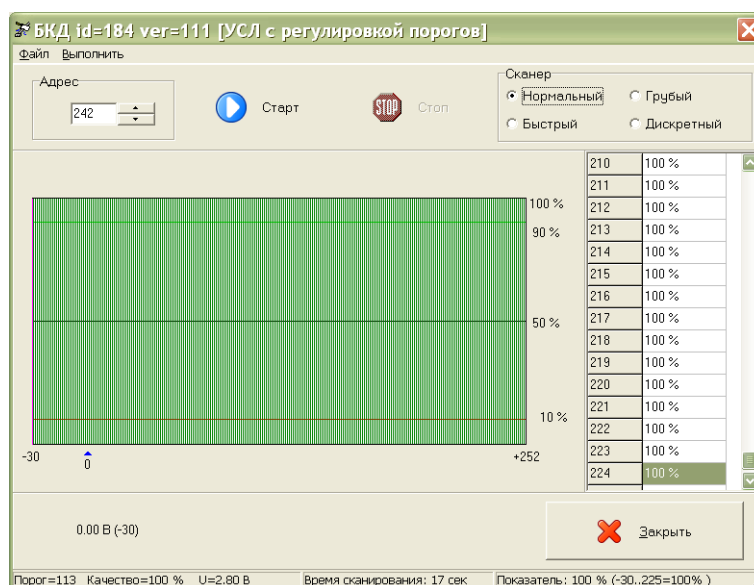

Рисунок 20
- 5) Проверить качество связи в СОС-95 между БКД-М и УСЛ-П в режиме работы сканера «Нормальный» (рисунок 20). Для исправного УСЛ-П качество связи должно быть 100% на всем диапазоне порогов приема БКД-М.